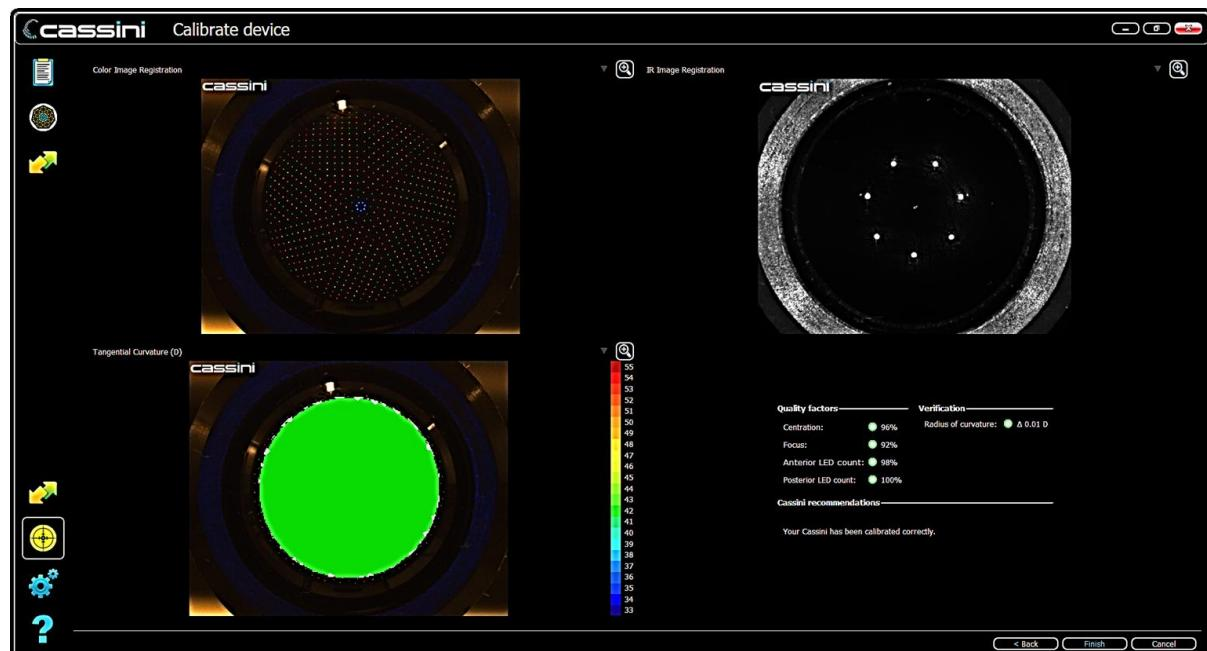

Figure 11 : Vérification de l'étalonnage
- Au lieu d'enregistrer les données d'étalonnage, Cassini fournit un aperçu des données d'étalonnage et vérifie l'exactitude du rayon de courbure. Cassini vous indique ensuite s'il convient d'enregistrer l'étalonnage ou si une autre action est nécessaire (Figure 11)